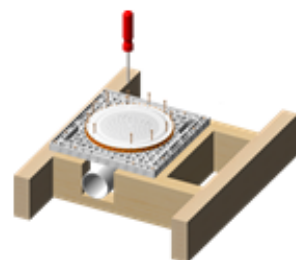

Fig 9
- Skruva därefter fast brunnen med medföljande 11st skruvarna, se Fig 9 (guldfärgade längd 30 mm)